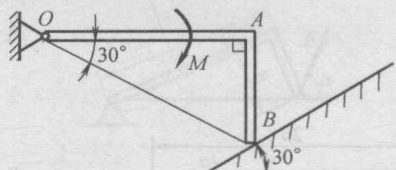

图 1-18
(25) 如图 1-18 所示, 直角弯杆 OAB 的 AB 段长度为 1m, O 端为光滑固定铰链支座, B 端放置于倾角为 30° 的光滑斜面上。在弯杆上作用一力偶, 其力偶矩 $M = 100\text{N} \cdot \text{m}$, 弯杆的自重不计, 则支座 O 处约束力的大小为_____ N。